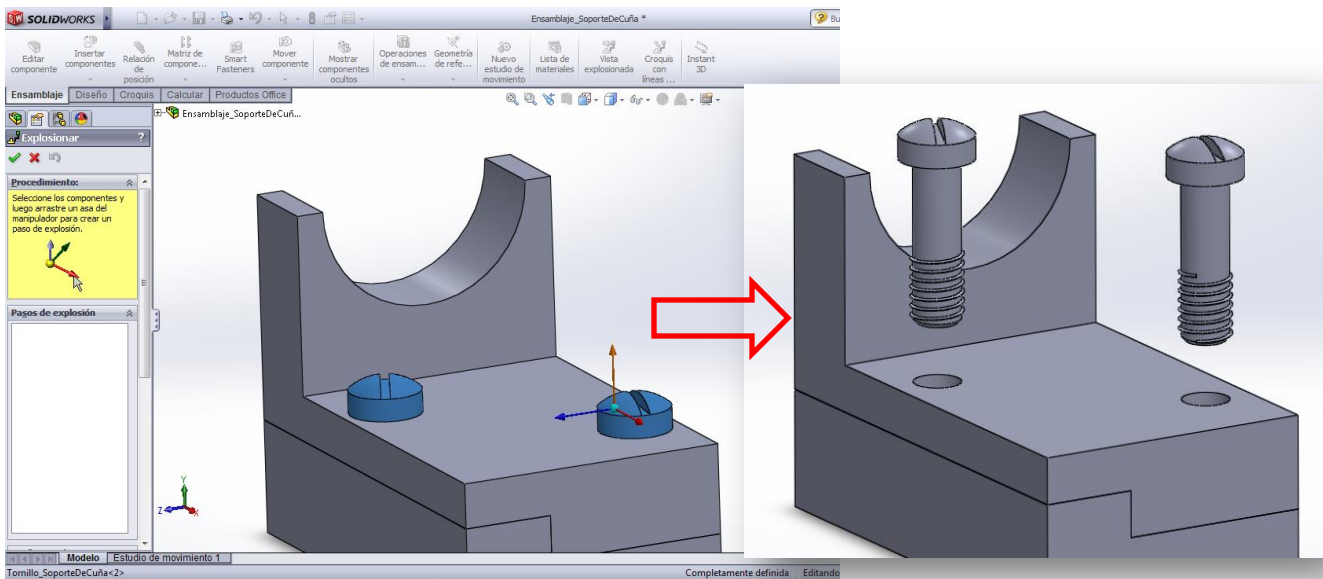

Figura 82. Tornillos explosionados.
- a) Seleccione el componente que desea mover. Verá un eje de coordenadas que aparece en la pantalla. Puede mover el(los) componente(s) hacia la dirección deseada seleccionando la flecha correspondiente. Por ejemplo, en este caso, seleccione ambos tornillos manteniendo la tecla “Ctrl” presionada, seleccione la flecha en dirección vertical y mueva los componentes hacia arriba. En la Figura 82 se muestra el ejemplo.